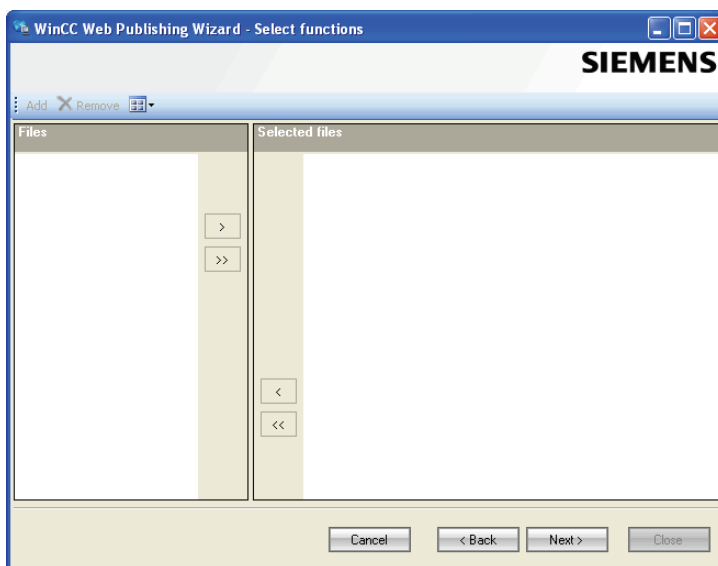

图 15-21 “WinCC Web Publishing Wizard-Select functions” 对话框
8) 通过“>”选择要发布的 C 项目函数。如图 15-21 所示。